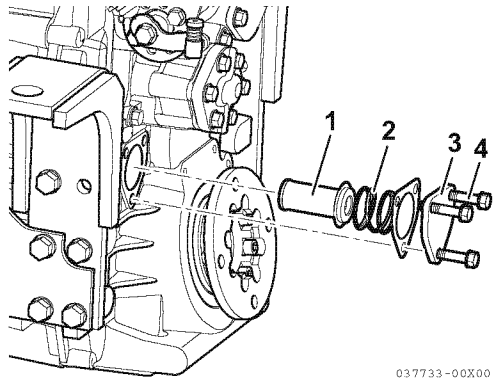

Abbildung 2
4. Drei Schrauben M8 x 40 (4, **Abbildung 2**) und Dichtungen entfernen.
5. Die Abdeckung (3, **Abbildung 2**), die Feder (2, **Abbildung 2**) und das Ölsieb entfernen (1, **Abbildung 2**).
*Hinweis: Das Ölsieb (1, **Abbildung 2**) muss bei jedem Ölwechsel mit sauberem Öl gespült werden.*